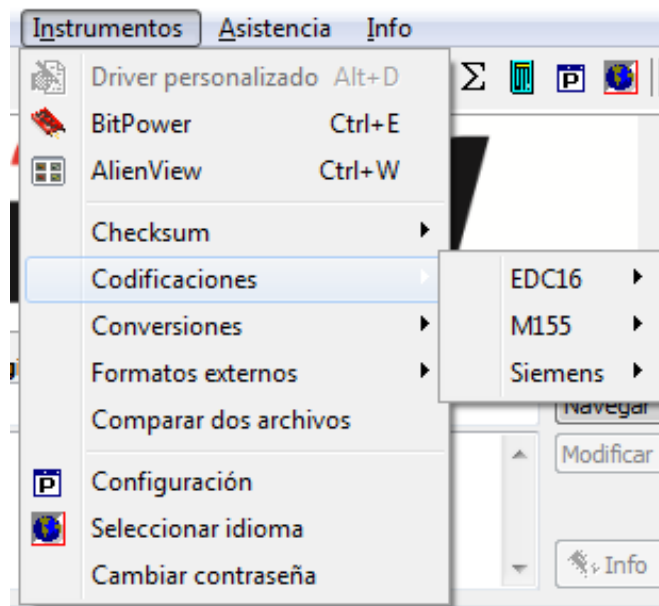

Figura 5: Lista **Codificaciones** disponibles.
1. Desde la ventana principal del programa, seleccionar el menú *Instrumentos* y sucesivamente *Codificaciones* (Figura 5).